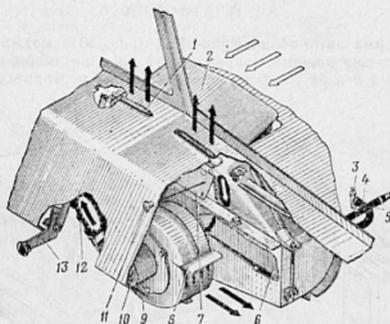

Рис. 103. Схема действия отопителя кабины и обдува ветрового стекла:
**Обогрев кабины.** Кабина обогревается воздухом, нагретым в отопителе, который включен в систему охлаждения двигателя (рис. 103). Воздух к радиатору отопителя может поступать снаружи через люк, закрываемый крышкой 2, и из кабины через люк, закрываемый крышкой 7. При включенном вентиляторе отопителя нагретый воздух при открытых заслонках 8 подается в кабину через отверстия в кожухе вентилятора и на обдув ветровых стекол через направляющие 1 по шлангу 12.